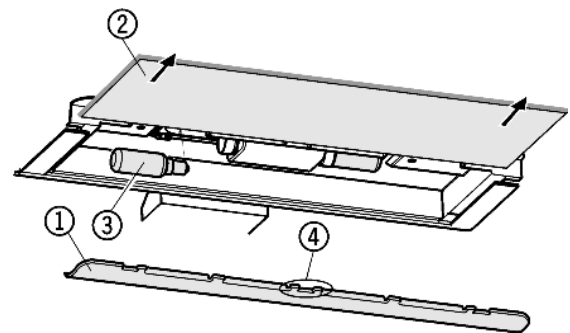

Fig. 12
- ▶ Enlever l'écran protecteur Fig. 12 (1) : saisir avec les doigts derrière l'écran protecteur et le faire déclipper.
- ▶ Ôter la plaque de verre Fig. 12 (2).
- ▶ Remplacer l'ampoule Fig. 12 (3).
- ▶ Remettre en place l'écran protecteur : le faire encliquer à droite et à gauche et veiller à ce que le crochet Fig. 12 (4) du milieu saisisse au-dessus de la plaque de verre.